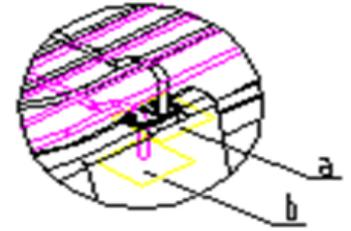

fig.2
- La altura de la rejilla de la parrilla puede ser variada. Ver **Fig. 2**.